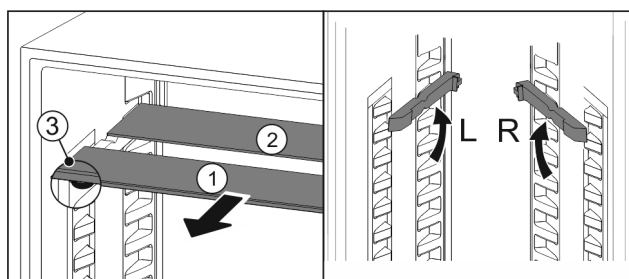

Fig. 98
- ▶ Vedä lasilevyt yksittäin etukautta ulos *Fig. 98 (1)*.
- ▶ Koristelistalla varustettu lasilevy *Fig. 98 (1)* on edessä.
- ▶ Pysäyttimet *Fig. 98 (3)* osoittavat alaspäin.